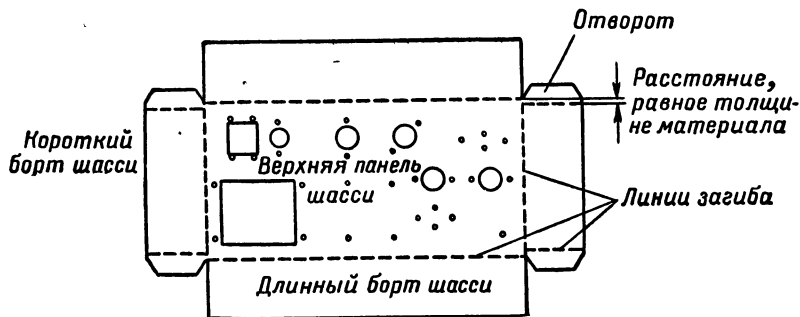

Рис. 256. Выкройка шасси
1. Изготовление бумажного шаблона. На основе данных, полученных в результате конструирования радиоаппарата, вычерчиваются на бумаге план размещения деталей и выкройка шасси со всеми бортами и отверстиями (рис. 256).